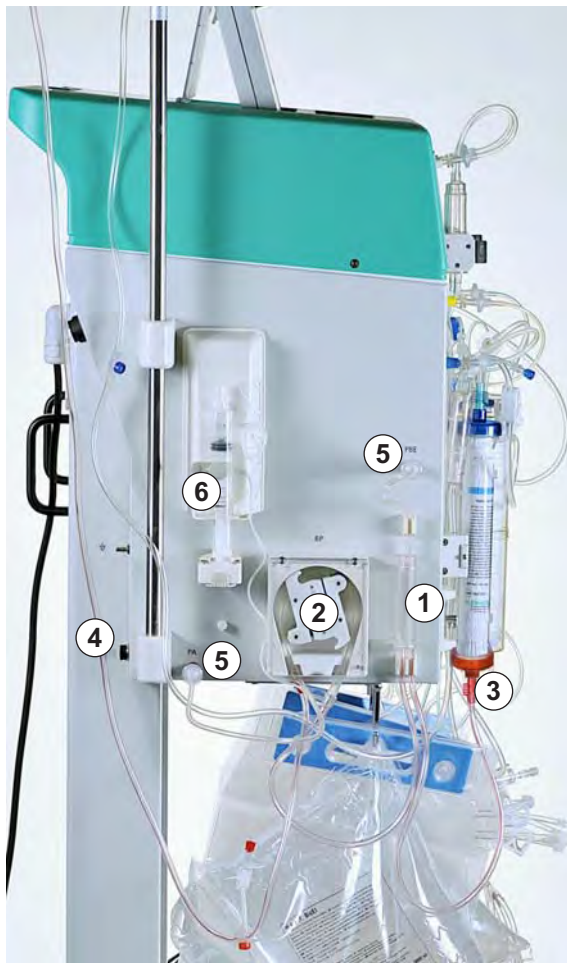

Рис. 5-13 Установка артериальной магистрали
1. Поместить артериальную ловушку в держатель (Рис. 5-13, ①).
2. Поместите насосный сегмент артериальной магистрали с красной маркировкой слева в насос крови (Рис. 5-13, ②).
3. Подсоединить подающую артериальную магистраль ко входу фильтра плазмы (Рис. 5-13, ③).
4. Соединить артериальную магистраль (Рис. 5-13, ④) с трехлитровым мешком соляного раствора на инфузионной стойке.
5. Прикрутить два датчика давления (Рис. 5-13, ⑤).
8. Установить шприц в держатель гепаринового насоса (Рис. 5-13, ⑥).